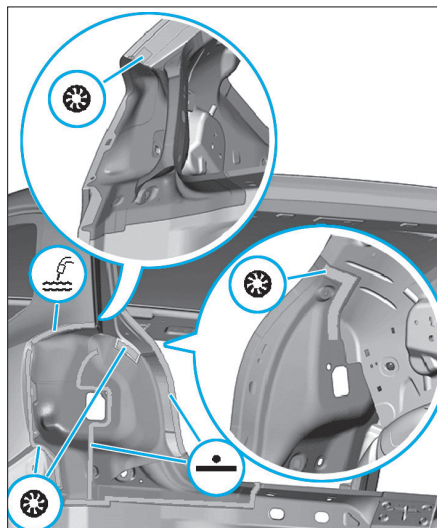

FIG. 110
- Souder le logement de feu arrière comme illustré (Fig.110).